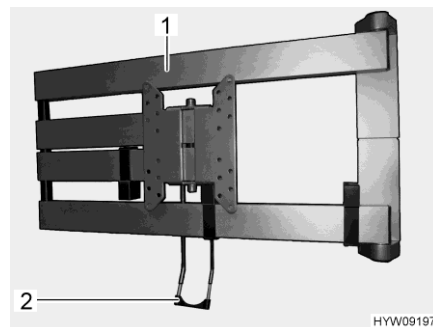

Fig. 61 Braccio snodato (raffigurato senza schermo piatto)
- Tirare la staffa di sbloccaggio (Fig. 61,2). Il braccio snodato (Fig. 61,1) è sbloccato.